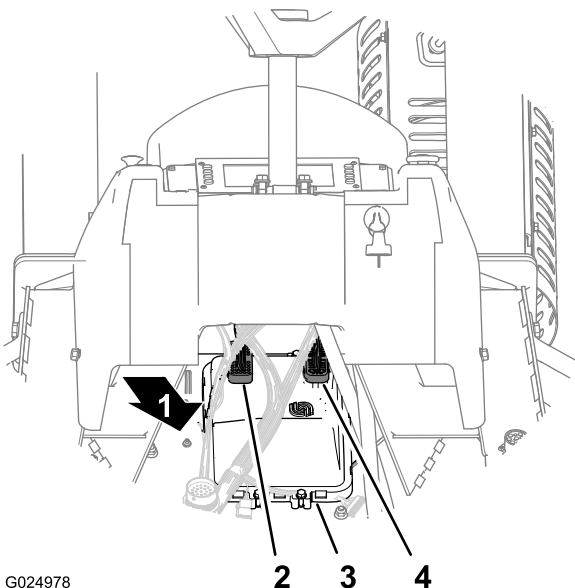

Figura 124
2. Desconecte el conector hembra de 50 vías (CPU 1) de la parte trasera del módulo de ordenador (Figura 124).
3. Desconecte el conector hembra de 38 vías (CPU 2) de la parte trasera del módulo de ordenador (Figura 124).
1. Conecte el conector hembra de 38 vías (CPU 2) a la parte trasera del módulo de ordenador (Figura 124).
2. Conecte el conector hembra de 50 vías (CPU 1) a la parte trasera del módulo de ordenador (Figura 124).